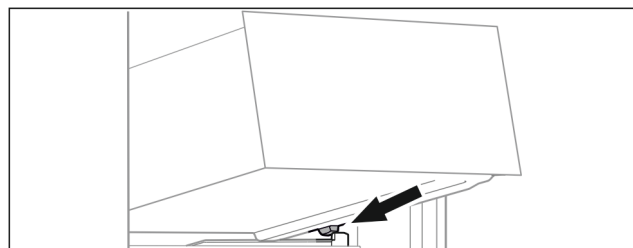

Fig. 69
- Placer le tiroir, en l'inclinant, derrière les butées sur la nervure de récipient. (voir Fig. 69)